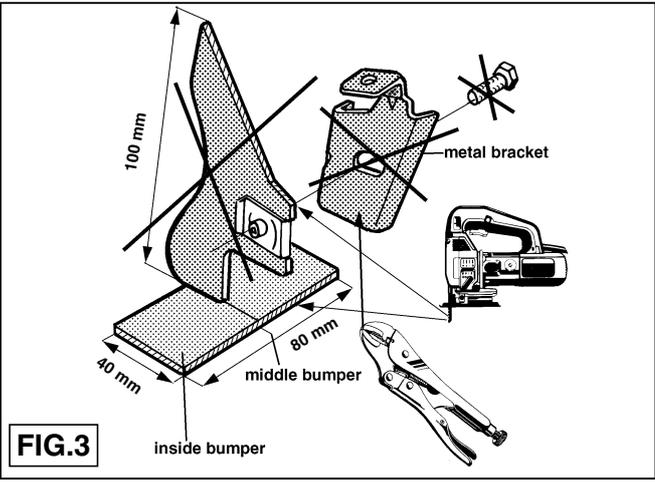

FIG.3
1. Verwijder de twee plastic afdichtdoppen t.p.v. het achterpaneel (dwarschassis) aan de onderzijde van het voertuig. Plaats t.p.v. de ontstane gaten G de twee kooimoeren A in het achterpaneel (dwarschassis). Los in het midden, aan de onderzijde van de bumper het bevestigingsboutje. Wrik vervolgens de metal bracket overeenkomstig fig.3 d.m.v. een tang los. Knip de template uit en plaats deze overeenkomstig fig.1 in het midden aan de onderzijde van de bumper. Zaag de aangegeven delen overeenkomstig fig.2 t/m 4 m.b.v. een decoupeerzaag uit.
Luego soltar removiendo con unas tenazas el soporte de metal de acuerdo con la fig. 3. Recortar la planilla y colocarla de acuerdo con la fig. 1 en el centro del lado inferior del parachoques. Serrar con una sierra de calar las partes indicadas en las figuras 2 a 4.
Then work the metal bracket loose using a pair of pliers, as shown in fig. 3. Cut out the template and fit this on the middle of the underside of the bumper, as shown in fig. 1. Saw out the sections indicated in figs. 2 to 4 using a fretsaw.
1. Fjern teçtylpropperne fra bagpanelet (tværvangen) på undersiden af kotangere. Anbring to burmøtrikker A i de blotlagte huller G i bagpanelet (tværvangen). Demontér monteringsbolten midt på undersiden af kotangere. Vrik dernæst metalbøjlen af med en tang ifølge fig.3. Klip skabelonen ud og anbring den ifølge fig.1 midt på undersiden af kotangere. Sav de atmærkede dele ud med en dekupørsav ifølge fig.2-4.